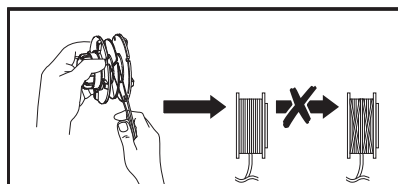

Fig. 29
6. Enrouler fermement les fils de coupe autour de la bobine de coupe-bordures dans le sens des flèches sur la bobine de coupe-bordures (18c) (Fig. 29).